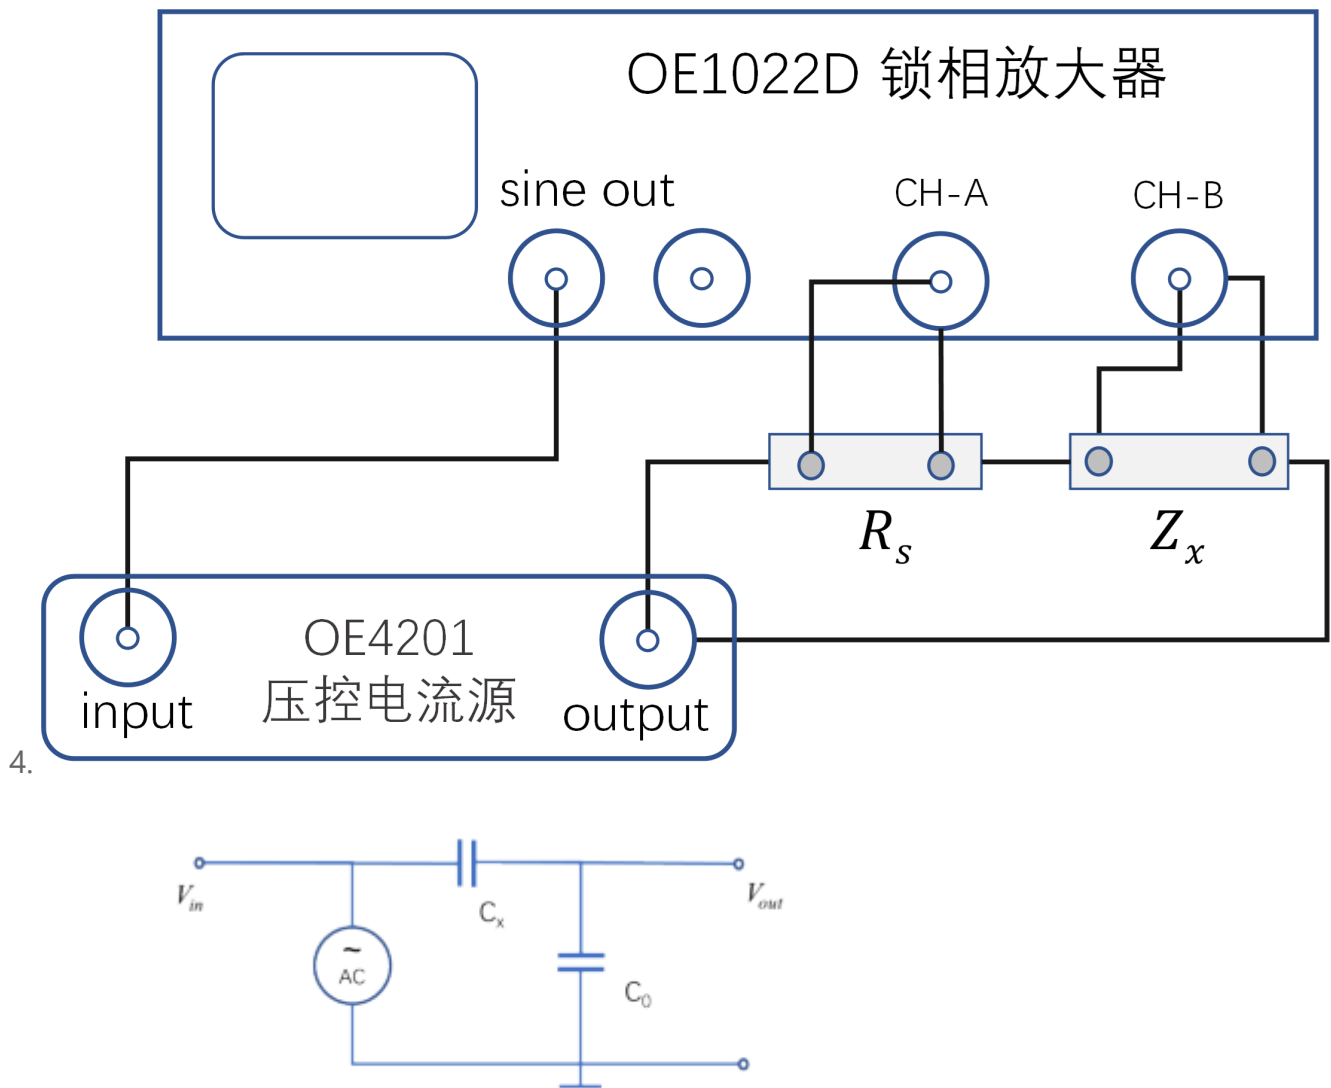

图 D1- 37 变容二极管结电容测量实验原理图简图
2. OE1022的输入阻抗为 $10\text{M}\Omega$ ，等效电容为  $25\sim 30\text{pF}$ （见手册），请在简化模型（图 D1-37 的原理图）的基础上画出等效电路（提示如图 D1- 43）；并且，分析忽略它会造成误差有多大？是属于什么误差？